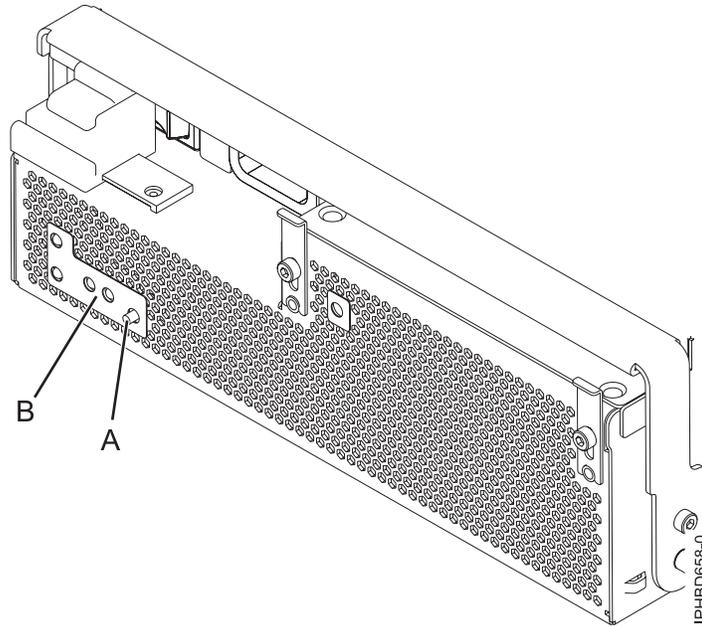
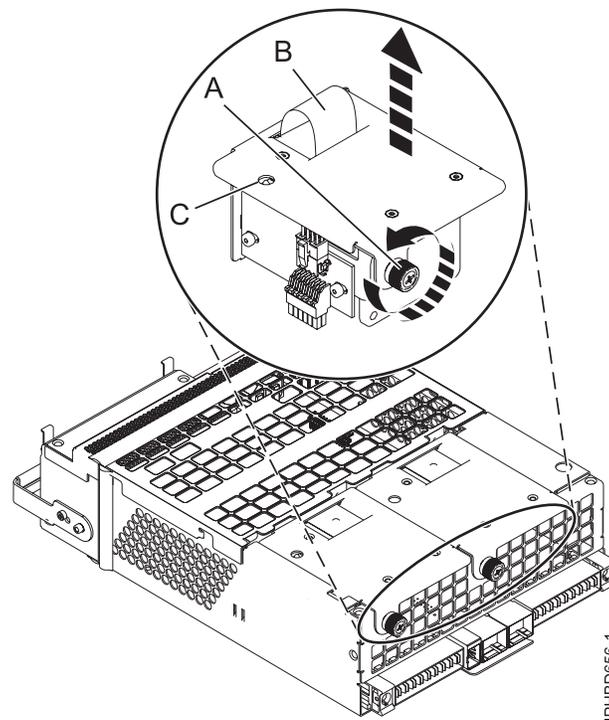

Figura 60. LED de error de ventilador y botón de identificación de ventilador
Figura 61. Extracción de un ventilador
**Nota:** Si un ventilador falla, el LED de error ámbar del ventilador **(B)** en la parte frontal del conjunto de convertidor fuera de línea (OCA), tal como se muestra en la Figura 60 en la página 77, está encendido de forma continua.
- a. Para identificar el ventilador anómalo, Pulse el botón de identificación del ventilador (A), como se muestra en la Figura 60. Un LED de error de ventilador izquierdo o derecho ámbar (C) encendido de manera continua, como se muestra en la Figura 61, indica un ventilador anómalo.
- b. Afloje el tornillo de mano (A) que sujeta el ventilador en el conjunto de fuente de alimentación, como se muestra en la Figura 61.
- c. Utilice el asa empotrada del ventilador (B) para levantar el ventilador del conjunto de fuente de alimentación, como se muestra en la Figura 61 en la página 77.